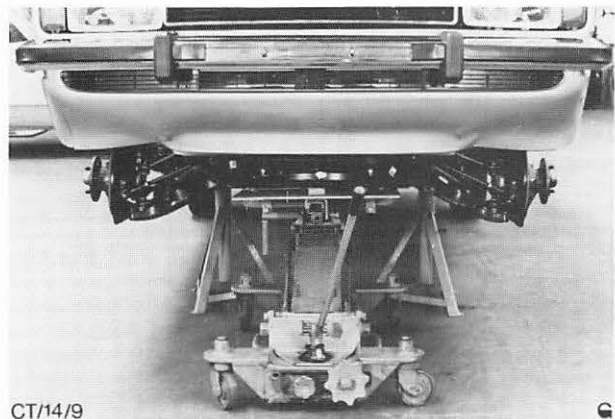

Abb. 7 Vorderachsaufhängung auf fahrbarem Wagenheber abgestützt
8. Verbindungsträger – Vorderachse mit einer geeigneten Vorrichtung abstützen. Abb. 7.